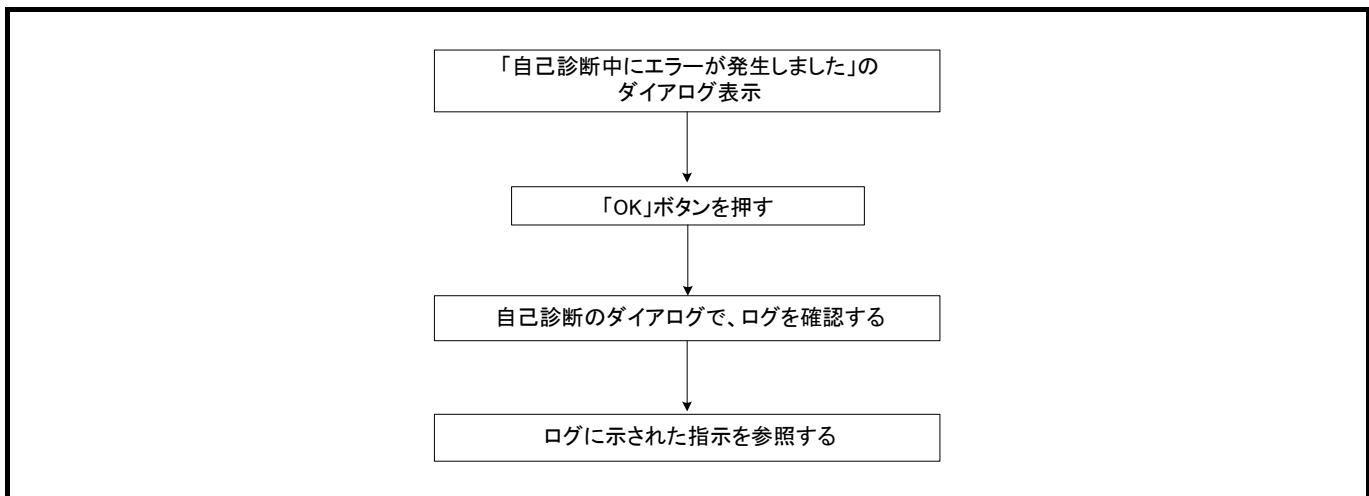

図6.2 自己診断エラー時の確認フロー
- ① E100エミュレータ本体とMCU Unitの接続を再度ご確認ください。
- ② 正しいファームウェアを再度ダウンロードしてください。
- ③ デバッガソフトの自己診断エラー時のログを確認いただき、ログに示された指示をご参照ください。 (図6.2 参照)